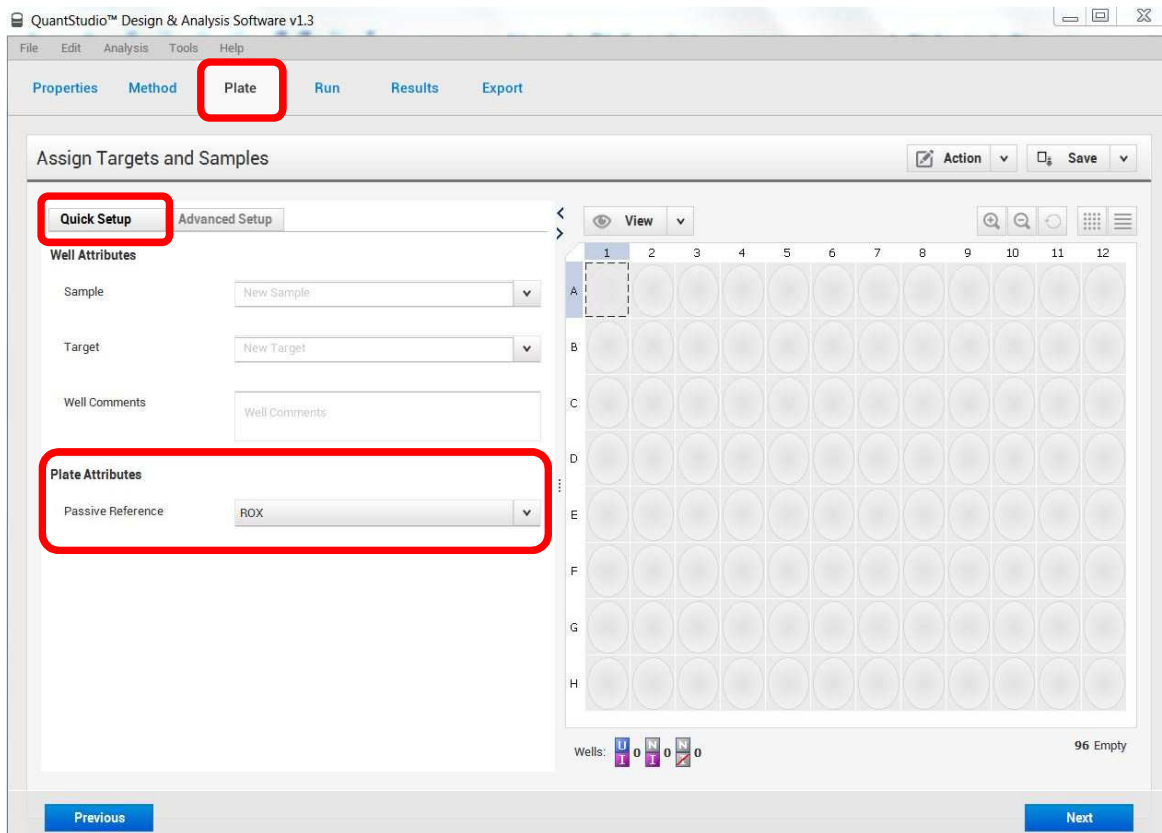

Fig. 4a
Dentro da aba *Plate*, clicar em *Quick Setup* (Fig. 4a)
1. Em *Plate Attributes*, selecione a referência passiva (ex. ROX) (Fig. 4a)